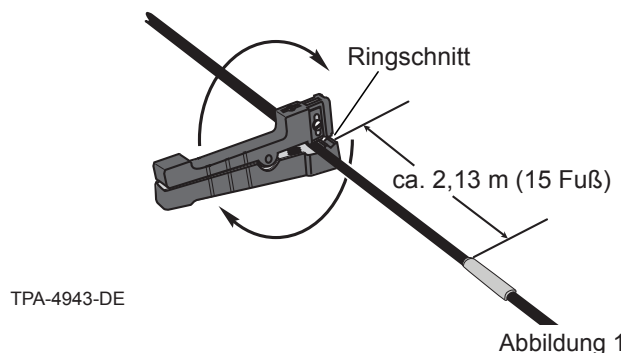

Abbildung 11
Schritt 2: Mit dem Ideal-Werkzeug einen ersten Ringschnitt an einer der Bandmarkierungen (Abbildung 11) anbringen.